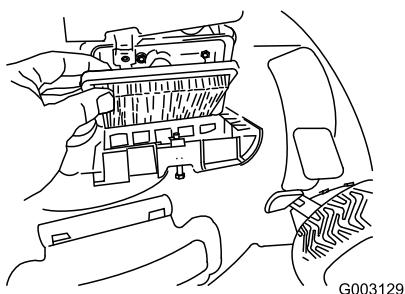

Figura 33
- Cambie el filtro de aire (Figura 33).